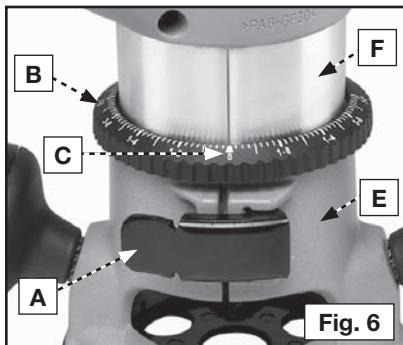

Fig. 6
- Ouvrez la bride (A), Fig. 6.
- Tout en tenant la base (E), tournez le moteur (F), Fig. 6, en SENS ANTI-HORAIRE jusqu'à ce que l'extrémité de la mèche soit au-dessus de la surface inférieure de la base.
- Tournez le moteur (F), Fig. 6, en SENS HORAIRE jusqu'à ce que la mèche vienne en contact avec la surface en bois.
- Fermez la bride (A), Fig. 6.
- Faites tourner l'anneau de réglage de profondeur (B), Fig. 6, jusqu'à ce que la ligne zéro (C) soit face à la ligne de repère (D) sur le boîtier.
- Inclinez la toupie de manière à ce que la mèche soit à l'écart de la surface du bois. Tournez le moteur (F), Fig. 6 en SENS HORAIRE jusqu'à ce que la ligne de repère (D) sur le carter du moteur atteigne la profondeur désirée indiquée sur l'anneau.
- Fermez la bride (A), Fig. 6 fermement.